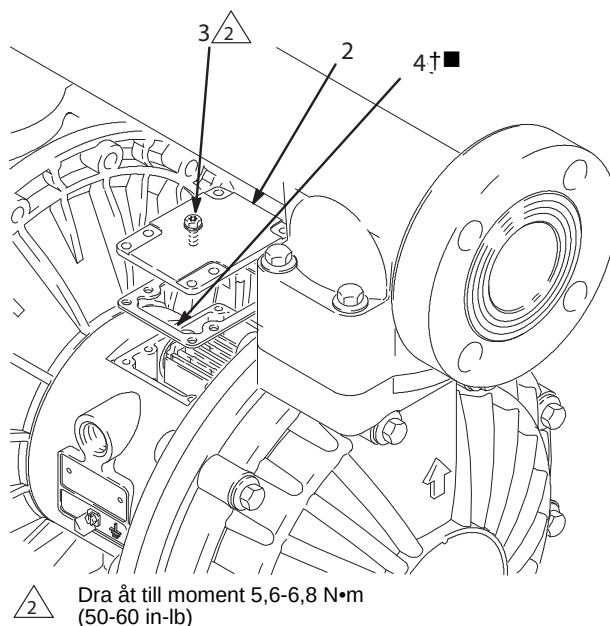

Fig. 7
2. Skruva med en Torx-mejsel (T20) eller en 7 mm hylsnyckel bort de sex skruvarna (3), luftventilkåpan (2) och packningen (4). Se **Fig. 7**.
10. Passa in ventilpackningen (4†■) och kåpan (2) mot de sex hålen i mittsektionen (1). Skruva in de sex skruvarna (3) med en torx-mejsel (T20) eller 7 mm hylsnyckel. Dra åt till moment 5,6-6,8 N•m (50-60 in-lb) Se Fig. 7.